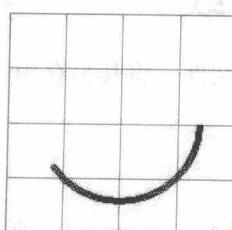

图 3-5 完成后的 Center 圆弧导线
5. 完成圆弧的绘制后，在 PCB 图纸上右击鼠标取消画圆弧状态。绘制结果如图 3-5 所示。